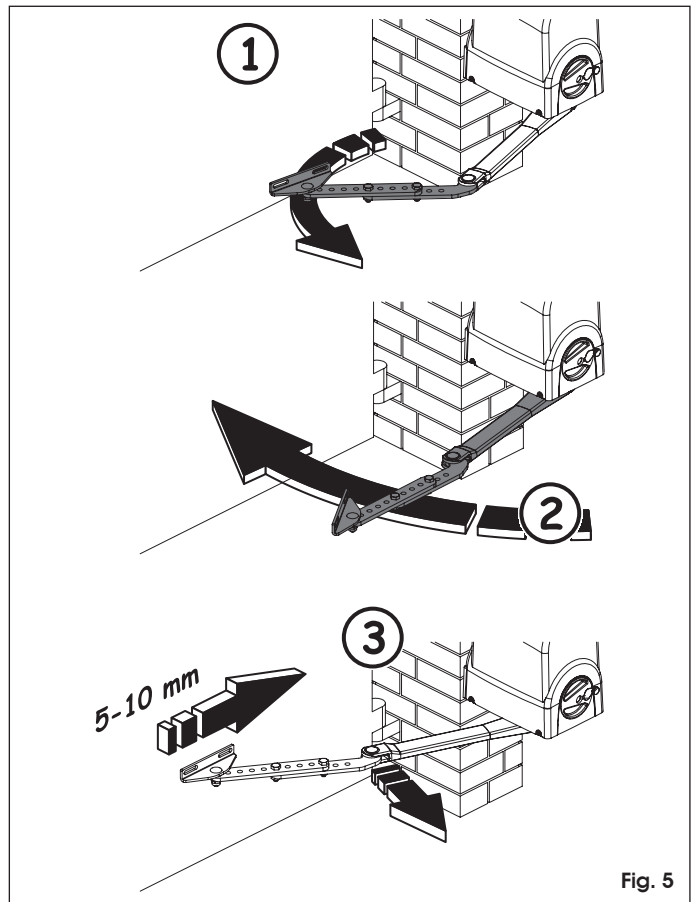

Fig. 5
7. Allineare i due bracci, Fig. 5 rif. ①.
8. Ruotare entrambi i bracci sino a quando la staffa anteriore non sia a contatto con l'anta, fig. 5 rif. ②, in modo da determinarne la posizione di fissaggio.
9. Fare arretrare la staffa di 5 - 10 mm, piegando il braccio, e segnare le posizioni di fissaggio, Fig. 5. rif. ③.